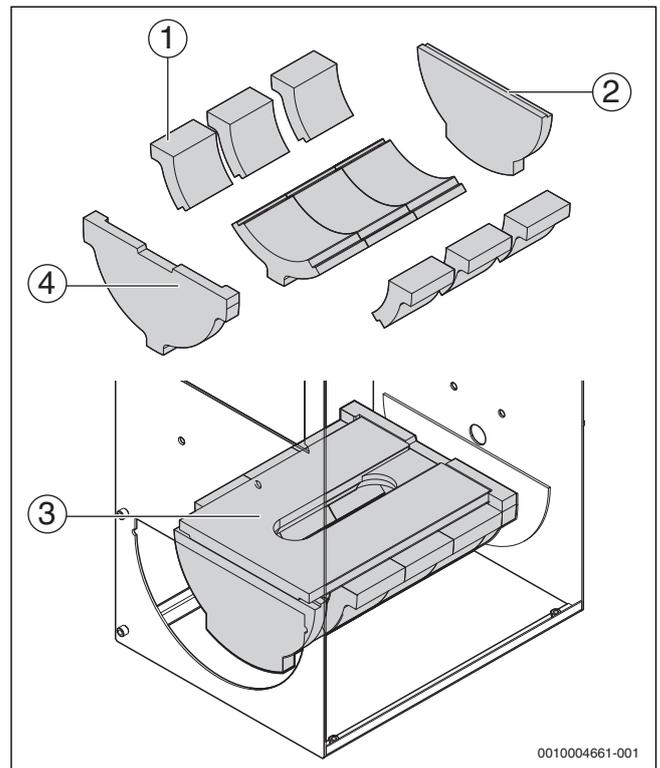
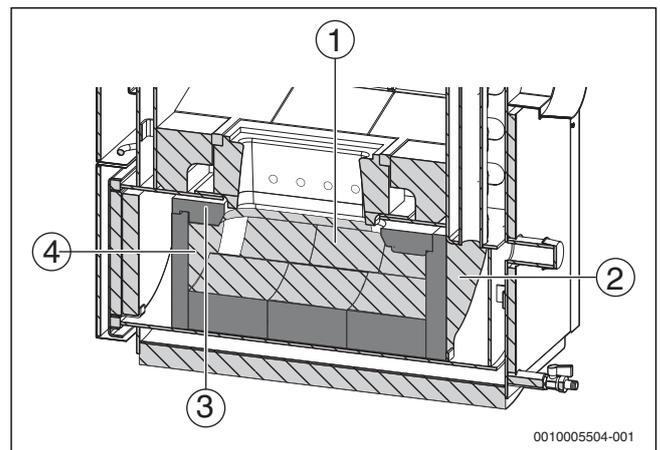

Рис. 20 Положение шамотных камней в топке
Рис. 21 Установленные шамотные камни
- ▶ Установите шамотные камни на место (→ рис. 20, стр. 19).
Шамотные камни (→ рис. 20 и рис. 21, [1], [2], [4]) находятся в топочной камере под выходом фурмы. Фурма доступна из загрузочной камеры.